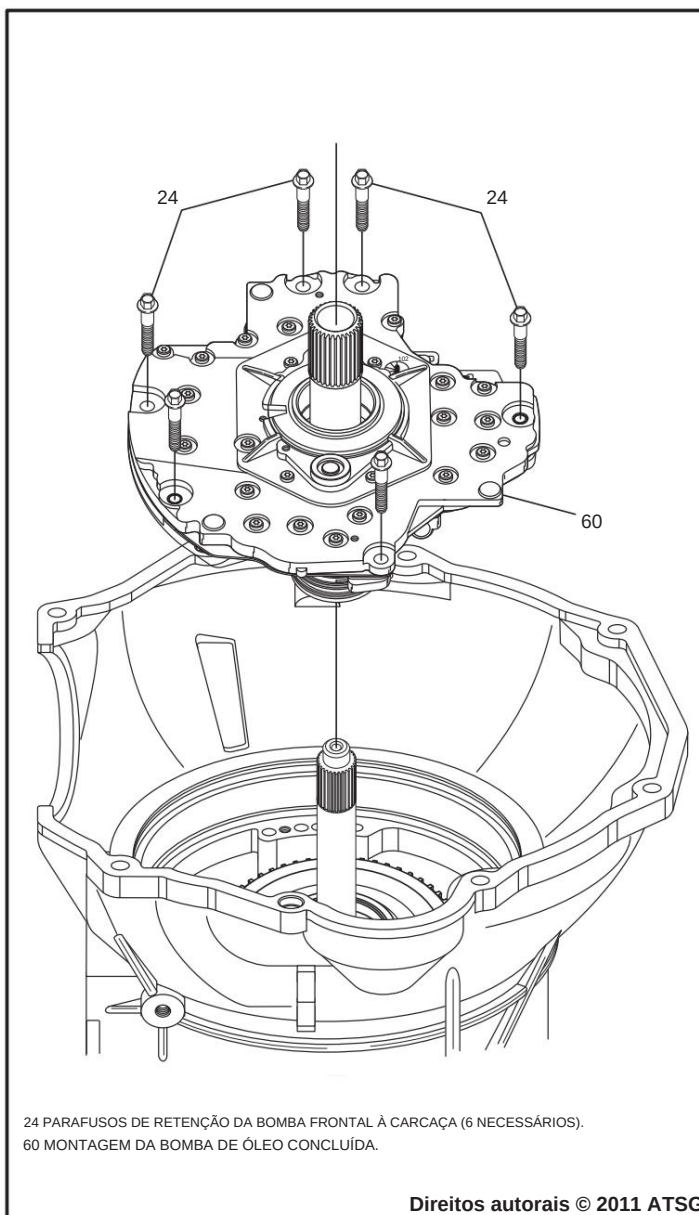

Figura 152
26. Instale o conjunto da bomba de óleo concluído na caixa de transmissão, conforme mostrado na Figura 152.